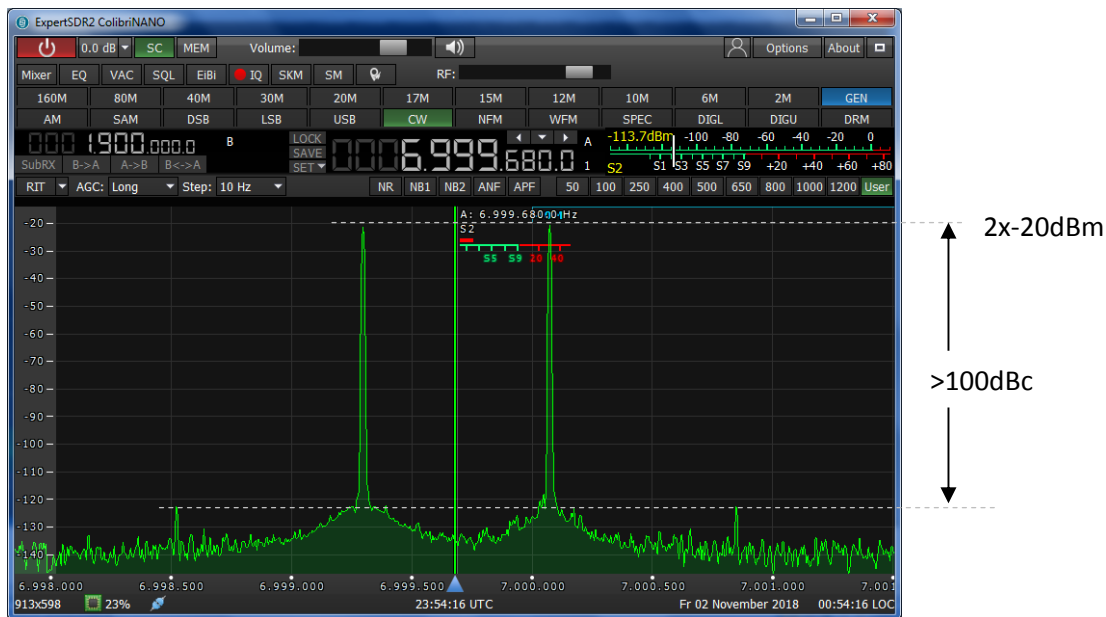

Bild 5: IM3-Messung an einen Direct-Sampling Digital Receiver, IMD3 >100dBc
- im Gegensatz zu analogen Empfängern - seine größte intermodulationsfreie Dynamik. Bild 5 zeigt die IMD3-Verzerrung eines direkt abtastenden 14Bit SDR's mit IM3-Produkten in einem Abstand von über 100dB.